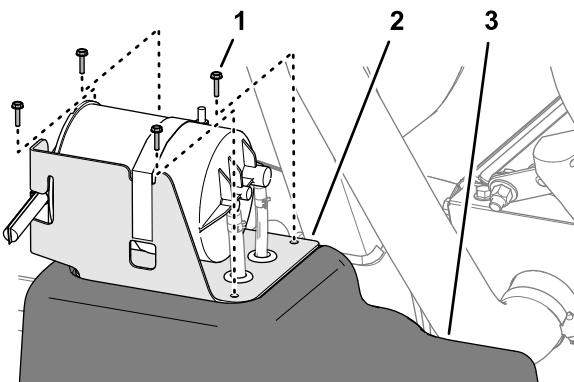

図 87
5. カーボンキャニスタ用ブラケットの穴を燃料タンクの穴にあわせる図 87。
6. ブラケットをタンクに組み付ける 図 87 ねじ#10 x  $\frac{3}{4}"$  4 個を使用する。